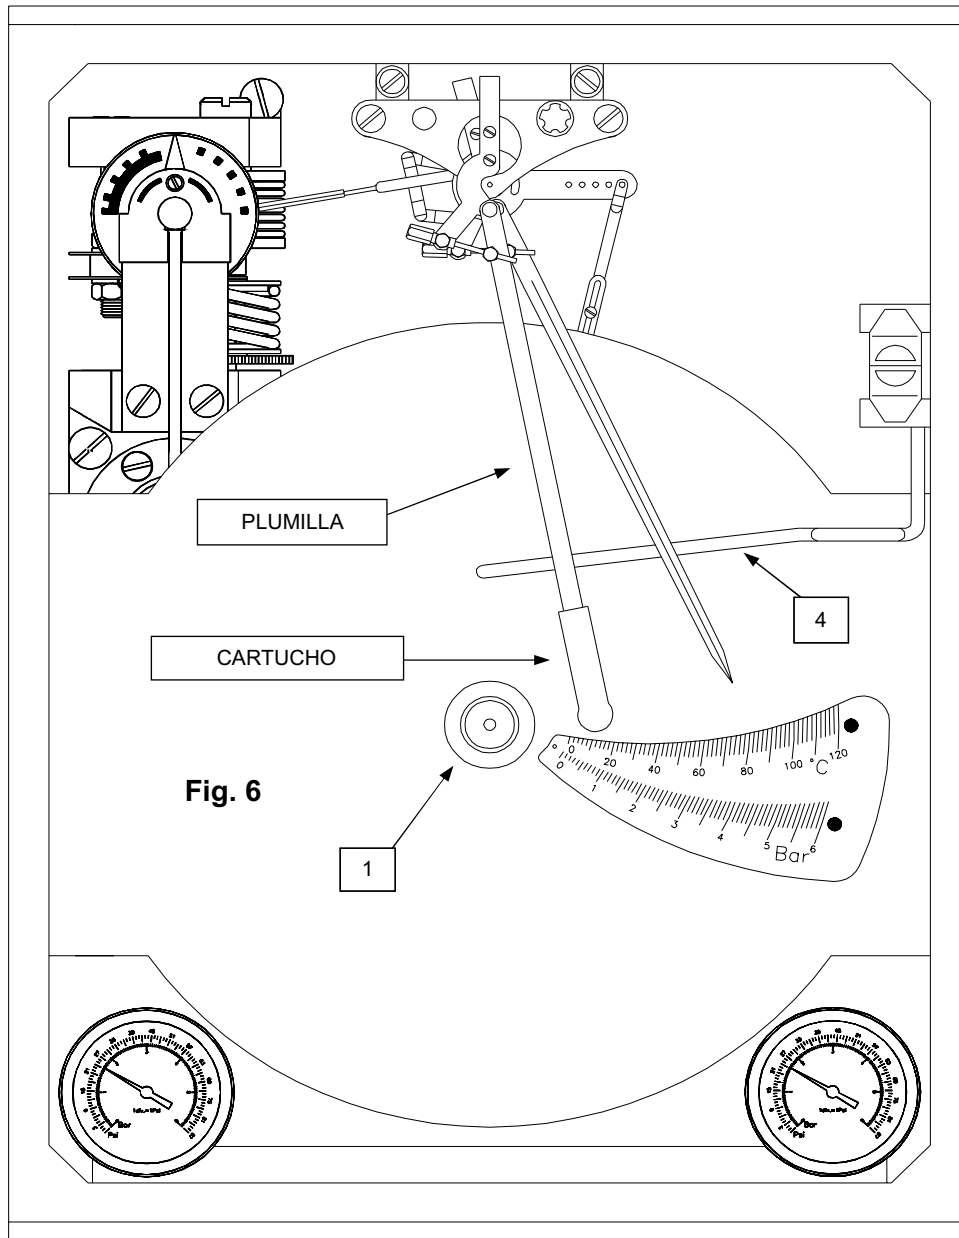

Fig. 6
6. FUNCIONAMIENTO RELOJES (Fig. 6)